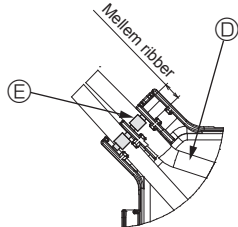

Fig. 7-6
**Pas på, at ledningerne ikke kommer i klemme, når afdækningerne monteres. Monter båndet, der holder tilslutningskablerne fast mellem el-boksens ribber som vist i diagrammet. (Fig. 7-6)**